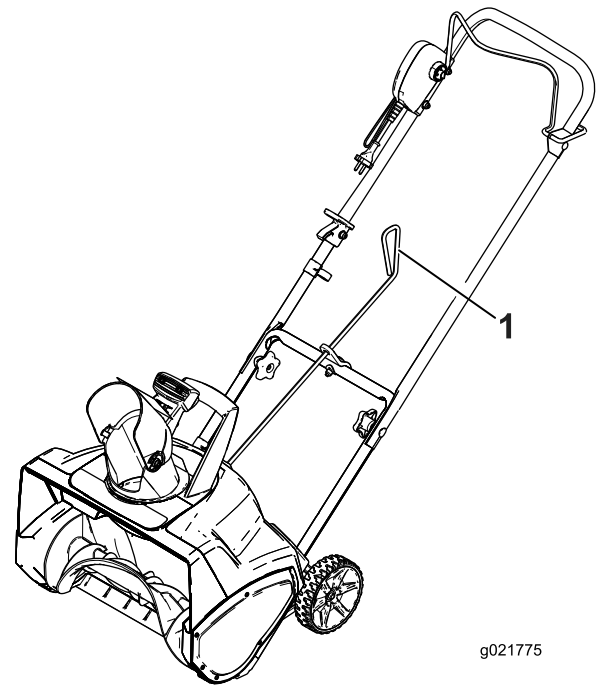
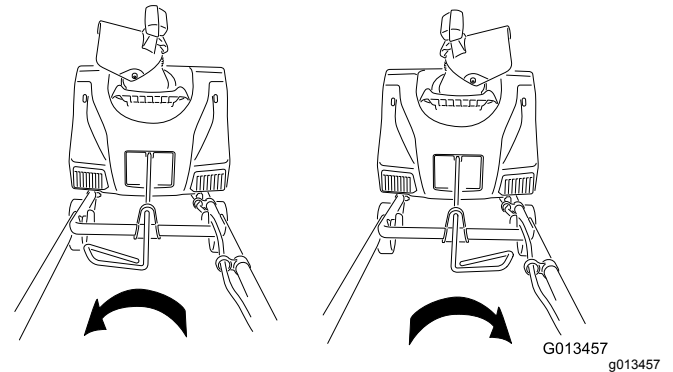

Bild 6
Bild 7
6. Bewegen Sie den Griff an der Auswurfkanal-Schaltstange, um sicherzustellen, dass sie sich in der gleichen Richtung wie der Auswurfkanal bewegt (Bild 7).
4. Stellen Sie sicher, dass der Griff der Auswurfkanal-Schaltstange nach oben (Bild 6) zeigt, und stecken Sie die Stange in das gekeilte Loch hinten am Gehäuse.
Bewegen Sie zum Einstellen des Auswurfkanals den Griff an der Auswurfkanal-Schaltstange in die Richtung, in der Sie den Schnee auswerfen möchten (Bild 6 und Bild 7).